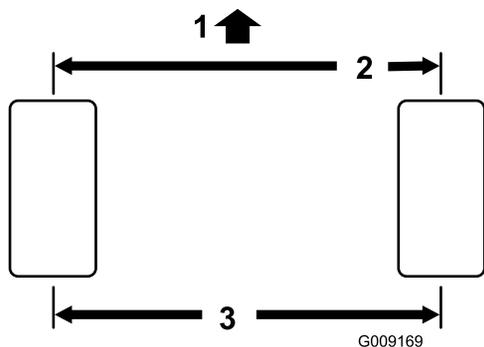

図 49
1. 後輪の前と後ろで、左右のタイヤの中央線間距離を測るアクスルの高さ位置で計測。前での計測が 3 mm 小さければ正常である 図 49。